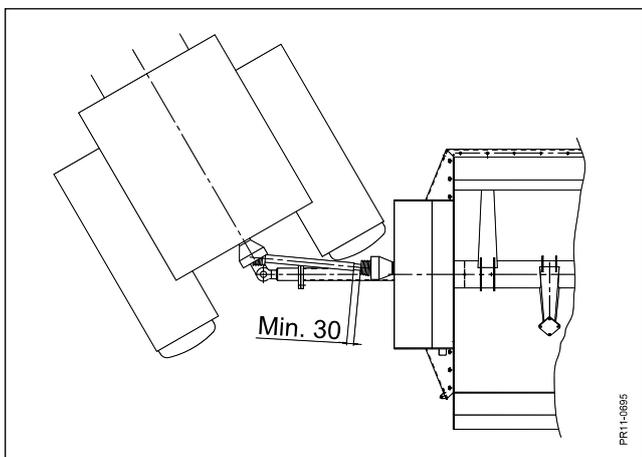

Fig. 4.4.2
**Fig.4.4.2** Favor notar que el eje para la conexión a la máquina esté desplazado hacia el **lado derecho**, y por lo tanto hay que cuidar la mínima distancia cuando el tractor gira a la derecha.